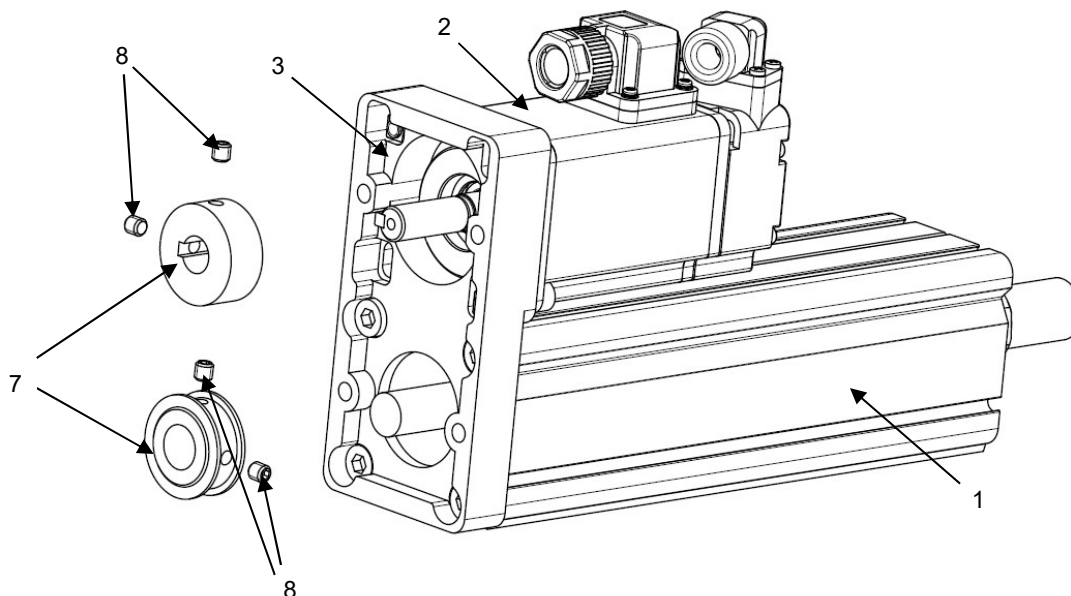
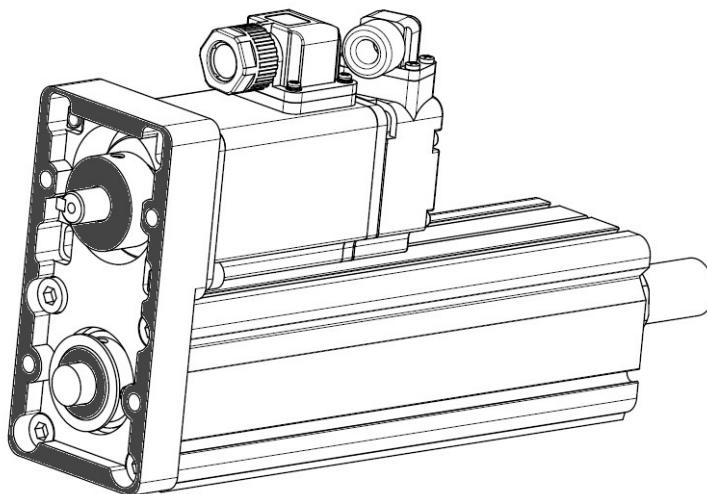

Рисунок 9 – Установка шкивов
Рисунок 10 – Положение шкивов
- 3) Установите шкивы (поз. 7) на вал модуля (поз. 1) и двигателя (поз. 2) (см. рисунок 9). Шкивы (поз. 7) и задняя крышка монтажного комплекта (поз. 3) должны находиться в одной плоскости (см. рисунок 10). Закрепите шкивы при помощи винтов (поз. 8);